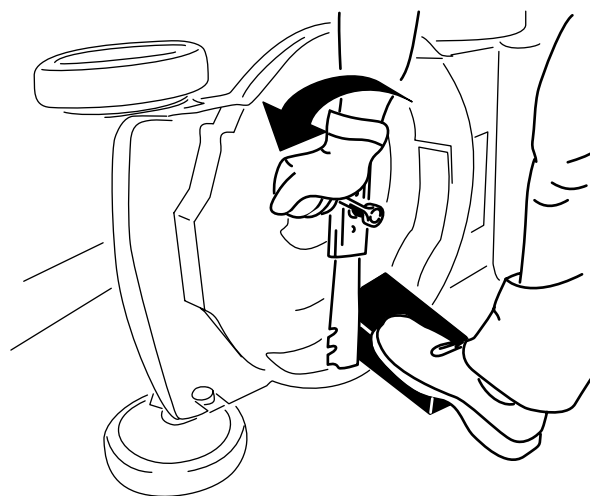

Figura 27
2. Utilice un bloque de madera para inmovilizar la cuchilla (Figura 27).
3. Retire la cuchilla, conservando todos los herrajes de montaje (Figura 27).